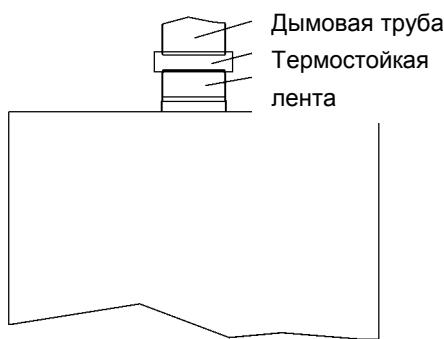

Рис. 1
- Газоход подсоединяется к водонагревателю в верхней части, как показано на Рис. 1 ниже. Во избежание утечки дымовых газов место соединения изолируется термостойкой лентой.